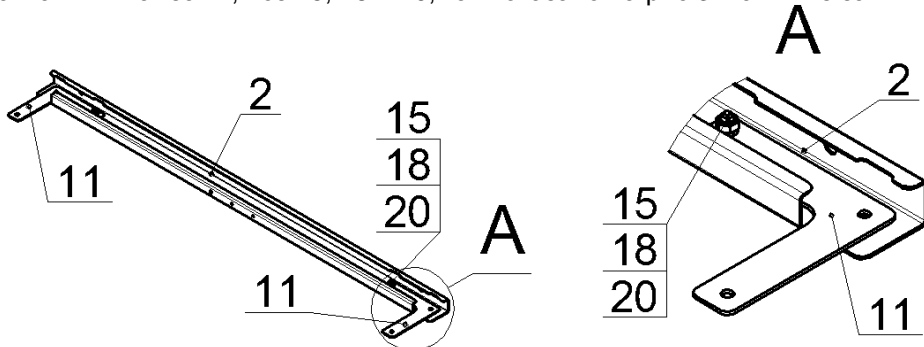

Рис.3
3. Закрепить на профилях боковых, верхних (937мм), поз.2 угольники, поз.11, на крайние отверстия, болтами М6, гайками и шайбами, поз.15, 18 и 20, как показано на рис.3. Гайки не затягивать: